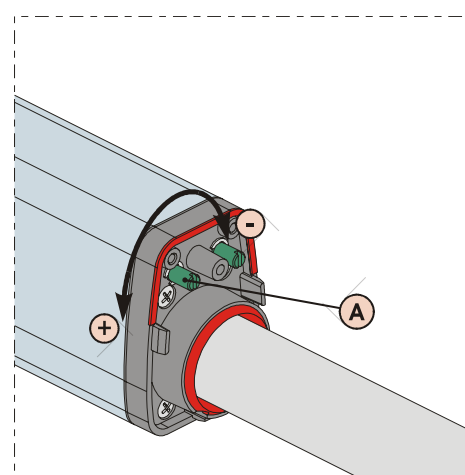

Fig. 20
- 3) Pour régler le fin de course d'**ouverture FCA** agir sur la vis de réglage, Fig.20 réf.A, en la tournant en sens inverse horaire pour augmenter la course de la tige et, vice versa, en sens horaire pour la réduire.